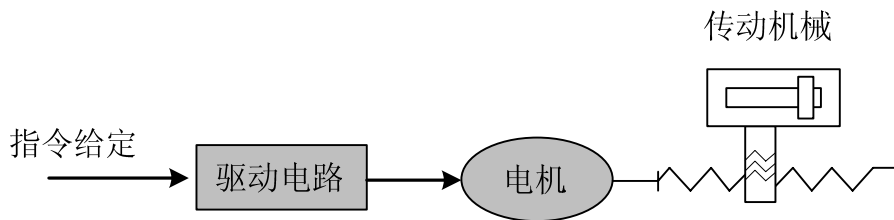

图 1-3 开环控制装置
- **开环控制装置**：控制装置中没有反馈单元，被控量的实际值不影响控制器的输出。如：步进电机驱动装置，步进电机驱动单元输出电流相序变化后，步进电机的转子应跟随电流相序的变化而转动，由于步进电机通常没有安装速度或位置反馈单元，当负载过重或加、减速太快时就可能导致电机转子不能准确跟随电流相序的变化而转动，也就造成了所谓的“失步”。如图 1-3 所示。